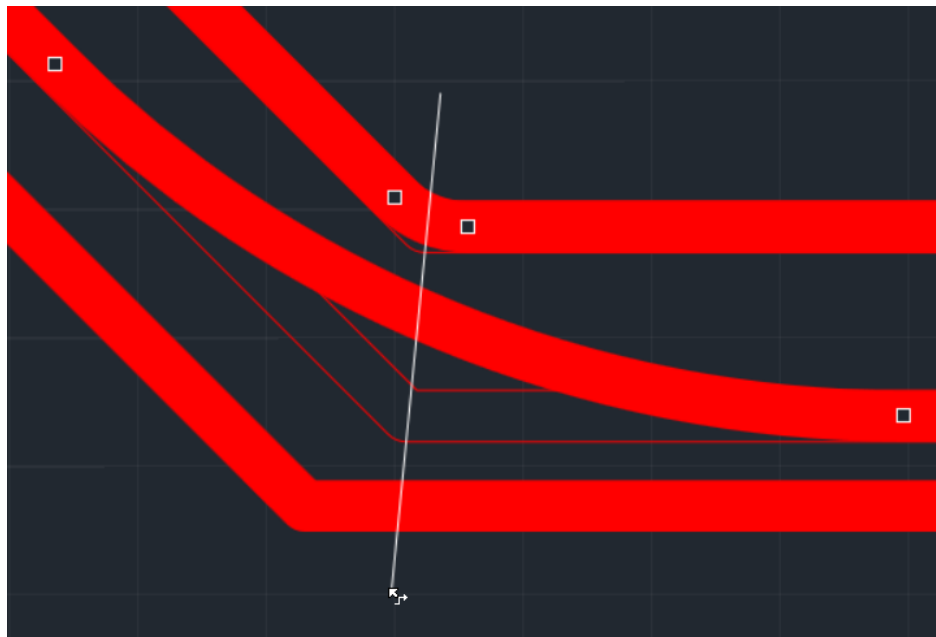

Рис. 253 Прокладка вектора
3. Переместите курсор, не отпуская кнопку мыши, см. Рис. 253.